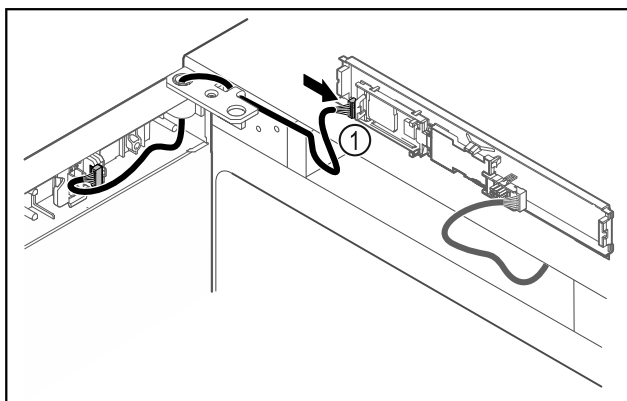

Fig. 46
- ▶ Pistke pistik Fig. 46 (1) trükkplaadil sisse.